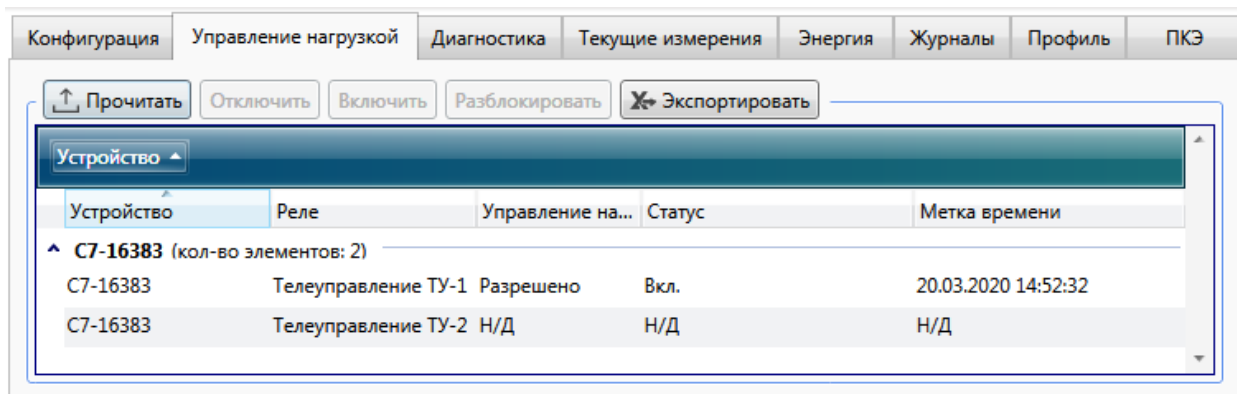

Рисунок 9.52 – Управление реле
9.7.10.3 Для просмотра состояния реле выбрать *Телеуправление ТУ-1* (*Телеуправление ТУ-2*) и нажать кнопку *Прочитать* (рисунок 9.52), при этом в столбце *Состояние реле* отобразится состояние реле, которое может принимать одно из следующих значений:
9.7.10.4 Для управления реле выбрать в конфигураторе *Телеуправление ТУ-1* (*Телеуправление ТУ-2*) и нажать кнопку *Отключить* (*Включить/Разблокировать*) (рисунок 9.52).